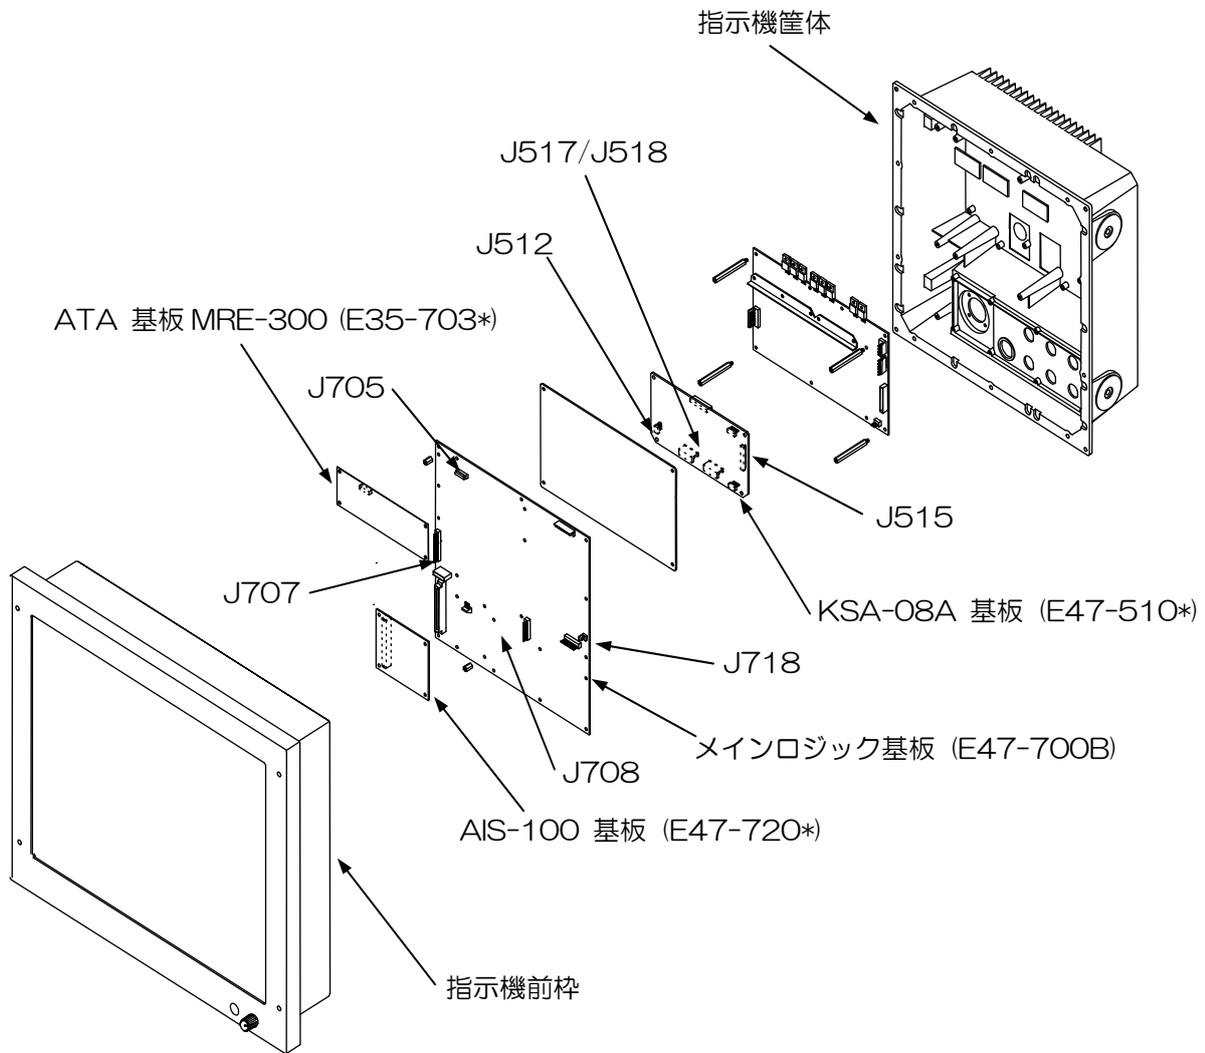

図 A.2 ATA, AIS、ジャイロインタフェース基板の取付け
- (1) メインロジック基板 (E47-700*) を取り外します。
- (2) 電源基板 E47-600* を外します。4 個の 3 mm 固定ネジは、ジャイロインタフェース基板を取り付ける時に共締め用に使います。
- (3) 電源基板上にジャイロインタフェース基板 KSA-08A 取付け用のポストがあります。(図 A.2 参照) この上にジャイロインタフェース基板を乗せ、(2) 項で外した 4 個の 3 mm 固定ネジを使用して固定します。
- (4) ジャイロインタフェースの J512 からのケーブルをメインロジック基板裏面の J708 に接続します。
- (5) メインロジック基板 E47-700* をもとの位置に戻して固定します。
- (6) ジャイロインタフェースの J515、J517、J518 からのケーブルハーネスをメインロジック基板上の J707 と J718 に接続します。(表 A.1、図 A.2 参照)
- (7) メイン基板からはずしたすべてのケーブルハーネスを間違いなくもとの位置に接続します。